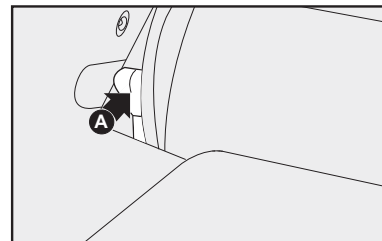

fig. 129
3) Desbloquee el respaldo del asiento utilizando las palancas laterales **A-fig. 129**, en el sentido de la flecha.